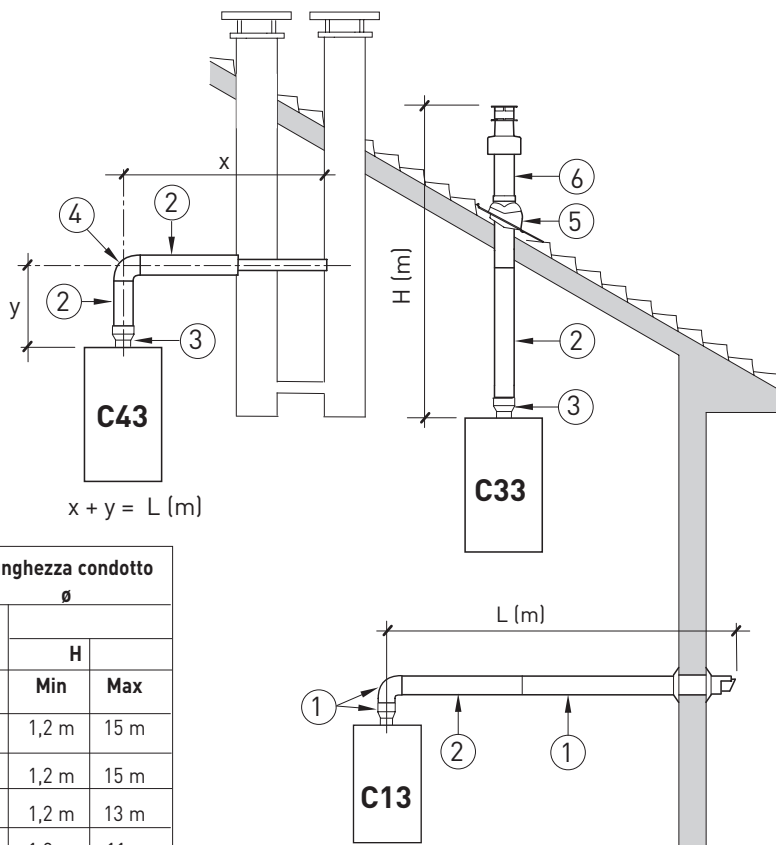

Fig. 6
2.5 INSTALLAZIONE CONDOTTO COASSIALE Ø 60/100 - Ø 80/125 (fig. 6)
I condotti di aspirazione e scarico coassiali vengono forniti in un kit a richiesta corredato di foglio istruzioni per il montaggio. Gli schemi di fig. 6 illustrano alcuni esempi dei diversi tipi di modalità di scarico permessi e le lunghezze massime raggiungibili.